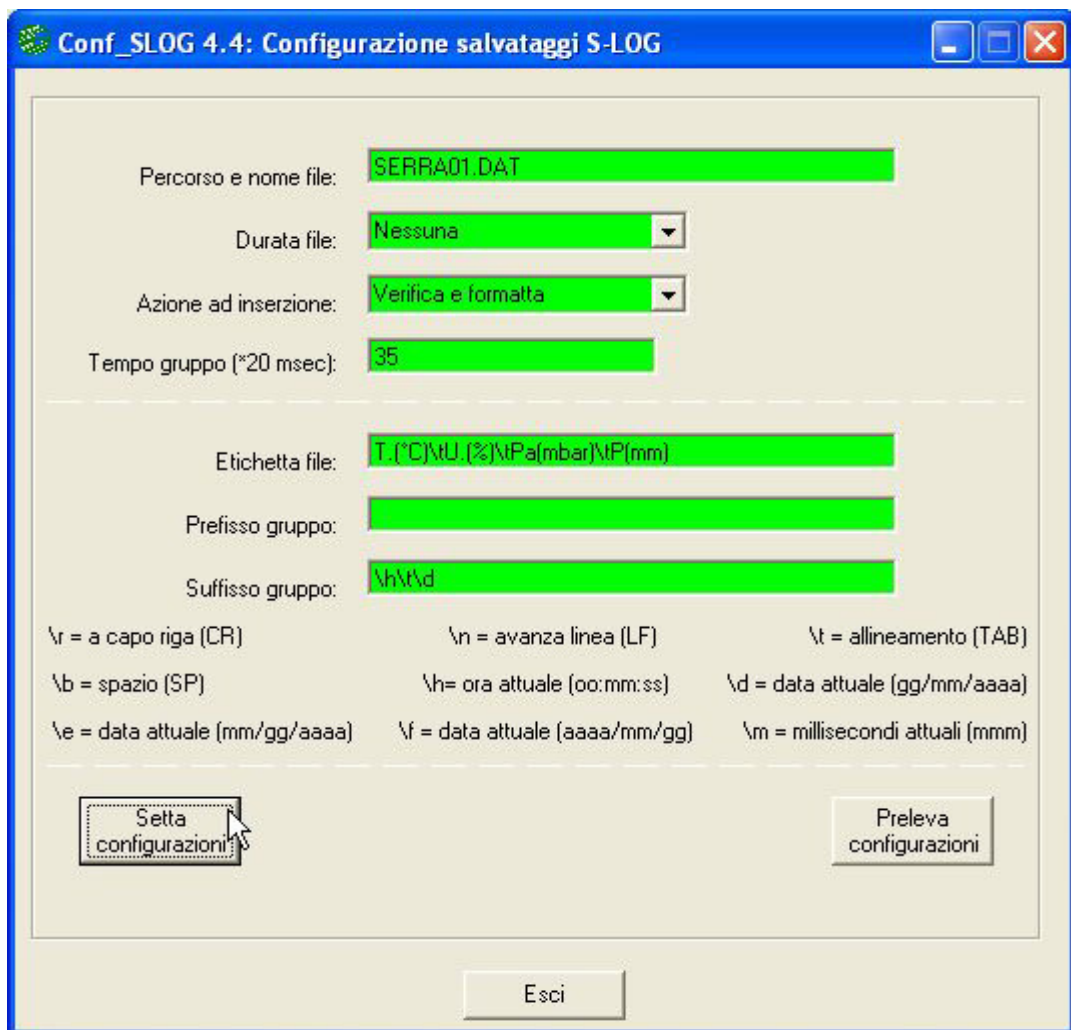

FIGURA 13: CONFIGURAZIONE SALVATAGGI CON CONF_SLOG
- 17) Impostare i parametri relativi ai salvataggi che la **S-LOG** dovrà effettuare sulla scheda di memoria, tramite l'opzione *Configura / Salvataggi*. Una volta inseriti i valori descritti nella figura 13, premere il pulsante *Setta configurazioni*, attendere il completamento della configurazione che avviene dopo decine di secondi e verificare che non vengano presentati errori (parametri su sfondo verde).